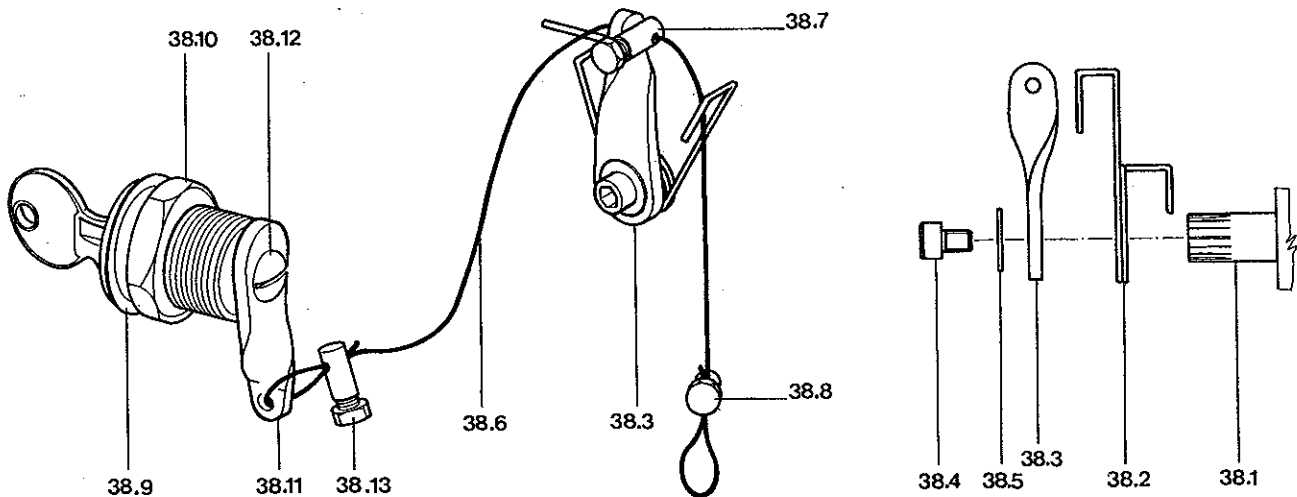

Fig. 38
Azionamento manuale dall'interno (fig. 38)
Azionamento manuale dall'esterno (fig. 38)
Manual operation from inside (fig. 38)**Installation:**
**Manual operation from the outside (fig. 38)****Installation:**
If the device for opening manually from the outside is fitted after the one for opening manually from the inside, thread one end of another cable through the hole in the other lever 38.3 and secure it with two screws. If the two manual opening devices are fitted at the same time, proceed as illustrated in fig. 38, i.e., thread cable 38.6 through lever 38.3 of the inside manual opening device and then thread the same cable through the lever 38.11 of the outside manual opening device. Finally, secure using the two screws 38.7 and 38.13.
Manuelle Betätigung von innen (Abb. 38)**Installation:**
**Manuelle Betätigung von aussen (Abb. 38)****Installation:**
Wird die Vorrichtung zum externen Öffnen nach jener zum internen Öffnen montiert, ist das Ende einer neuen Litze in die Bohrung am Hebel 38.11 einzuführen, durch die Bohrung am zweiten Hebel 38.12 durchzuführen und mit Hilfe von zwei Zwingen zu befestigen. Bei gleichzeitiger Montage der beiden manuellen Öffnungsvorrichtungen, gehe man wie aus Abbildung 38 ersichtlich vor, d.h. die Litze 38.6 in den Hebel 38.3 zur internen Entriegelung und dann in den Hebel 38.11 zur externen Entriegelung einführen und schliesslich mit den beiden Zwingen 38.8 und 38.13 befestigen.
Actionnement manuel de l'intérieur (fig. 38)**Installation:**
**Actionnement manuel de l'extérieur (fig. 38)****Installation:**
Si l'ouverture de l'extérieur est montée après l'ouverture de l'intérieur, introduire une extrémité d'un câble nouveau dans le trou obtenu sur le levier 38.11; faire passer le câble dans le trou obtenu sur l'autre levier 38.3 et le bloquer avec 2 bornes. En cas de montage simultané des deux ouvertures manuelles, agir comme illustré dans la figure 38, c'est à dire, faire passer le câble 38.6 dans le levier 38.3 du déblocage de l'intérieur et insérer le même câble dans le levier 38.11 du déblocage externe. Puis bloquer avec 2 bornes 38.8 et 38.13.